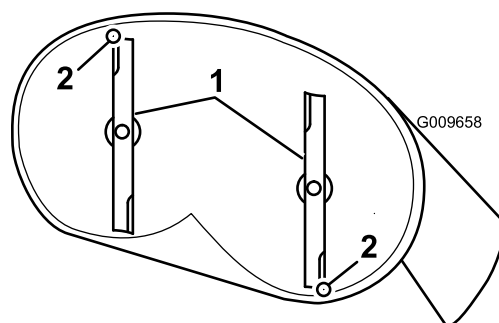

Figure 54
- Faites pivoter les lames avec précaution pour faire passer les pointes avant à l'arrière (Figure 54).
- Mesurez la distance entre la pointe de la lame avant et la pointe de la lame arrière par rapport à la surface plane (Figure 54).
- 9. Une fois le réglage effectué, vérifiez à nouveau l'inclinaison avant/arrière des lames; continuez d'ajuster l'écrou jusqu'à ce que la pointe avant de la lame soit de 1,6 à 8 mm (1/16 à 5/16 po) plus bas de la pointe arrière (Figure 54).